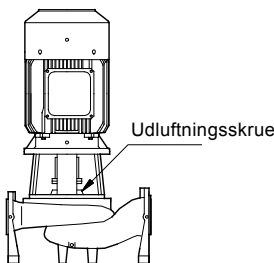

Fig. 4 Udluftningsskruen
1. Luk afspærringsventilen på pumpens afgangsside, og løs udluftningsskruen i topstykket, se fig. 4.
3. Udluft pumpen under opstart ved at løsne udluftningsskruen i topstykket, indtil en jævn væskestrøm løber ud af udluftningshullet, se fig. 4.